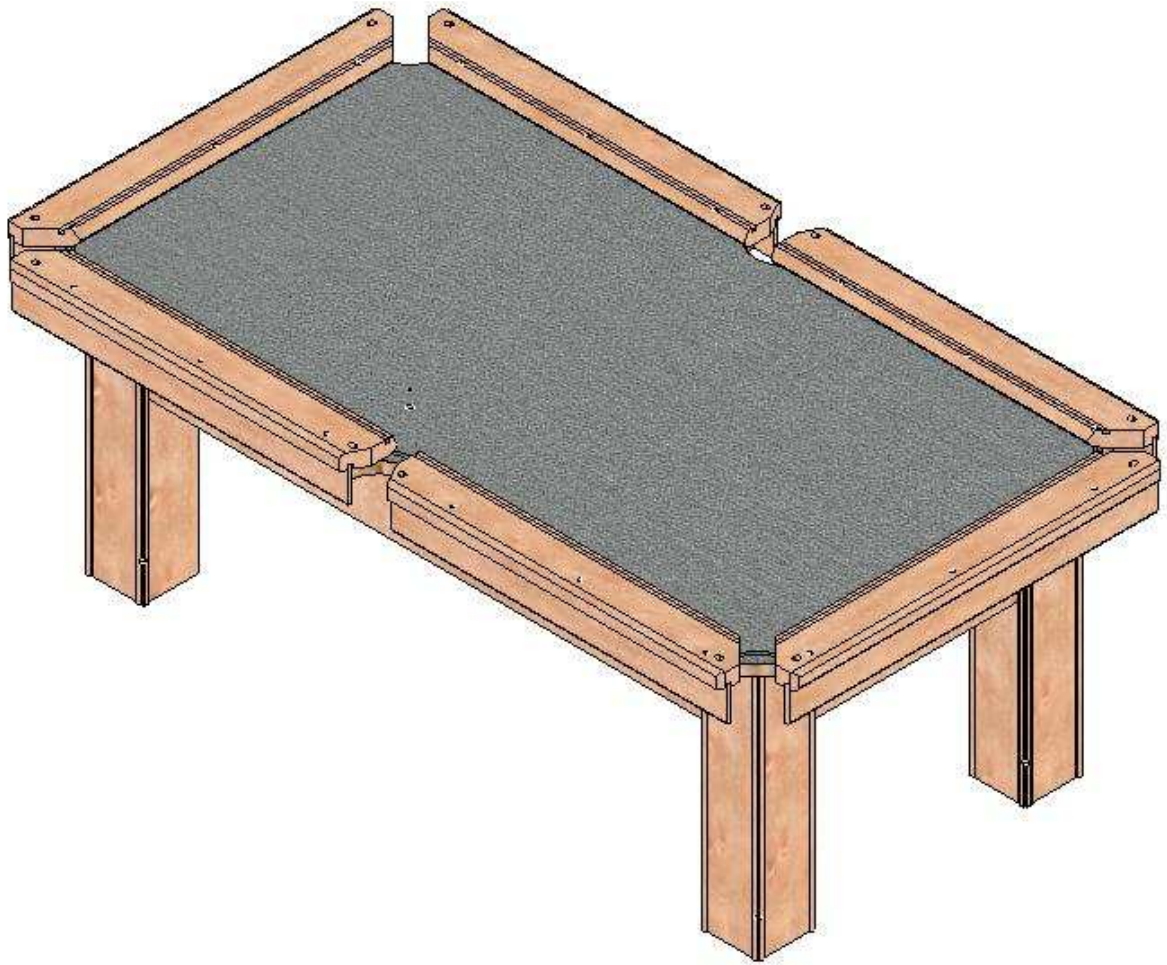

Рисунок 4.23
6. Установите и закрепите борта на плите (рис.4.23). Проверьте совпадение отверстий плиты с крепежными отверстиями борта. Проверьте ширину луз так, как вы это делали картонными шаблонами. Если вы где-нибудь в чем-то “промахнулись”, постарайтесь исправить.